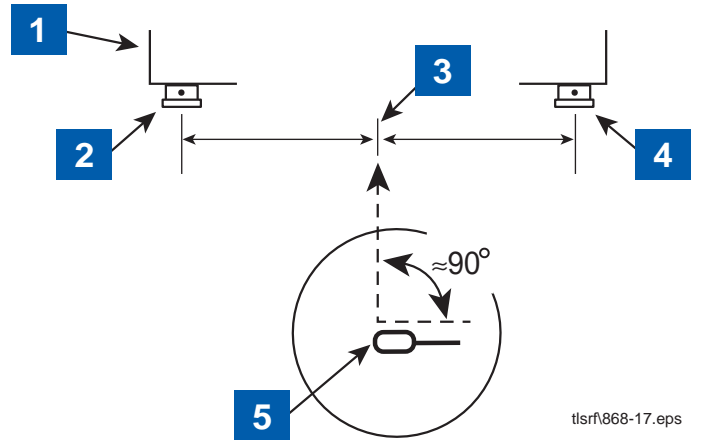

Abbildung 17: Ausrichtung des Senders zu Empfänger u. Signalverstärker
6. Den Sender so drehen, bis seine Antenne, wie in Abbildung 17 gezeigt, in einem Winkel von 90° zum Mittelpunkt der Repeater- bzw. Empfängerantennen ausgerichtet ist. Anschließend die beiden Schellen an der Rückseite des Senders festziehen.
LEGENDE FÜR NUMMERIERTE KÄSTCHEN IN ABBILDUNG 17